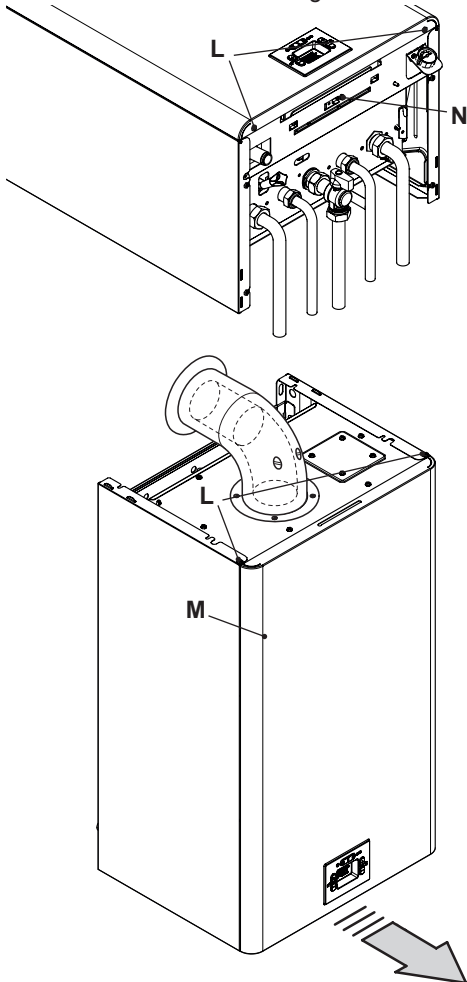
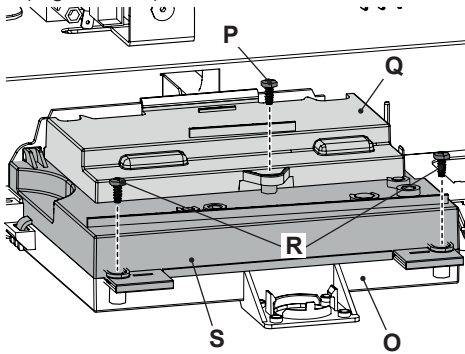

Figura 5.18
Figura 5.19
- Svitare le viti **L** e rimuovere il pannello frontale **M** tirandolo a sé Figura 5.18.
- Svitare la vite **N** (Figura 5.18) e ruotare il pannello comandi **O**, come illustrato in Figura 5.19.
- Svitare la vite **P** e sollevare il coperchio **Q** per liberare i cavi dai pressacavi (Figura 5.19).
- Svitare le viti **R** e sollevare il coperchio **S** (Figura 5.19).